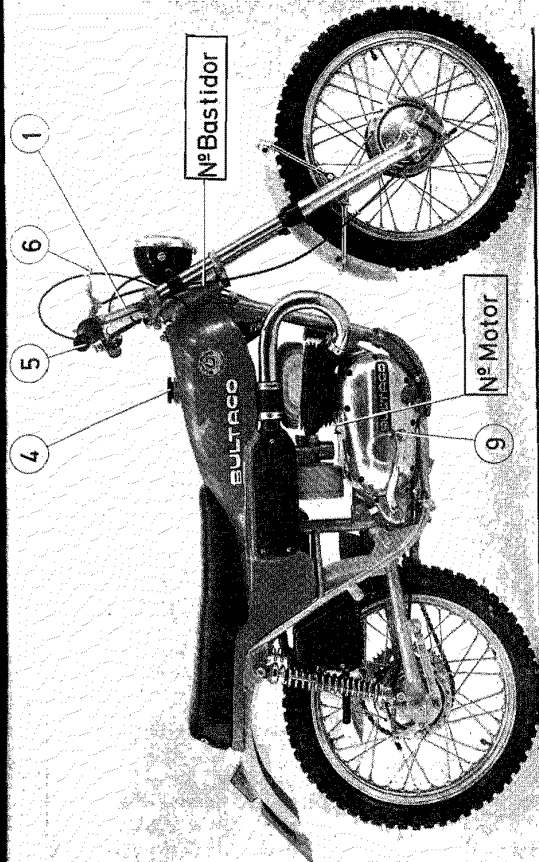

Fig. 1. — Vista lateral derecha.
- El **número de motor** grabado en la parte superior de los cárteres. (Fig. 1).
- El **número de bastidor** grabado en la columna de la dirección. (Fig. 1).